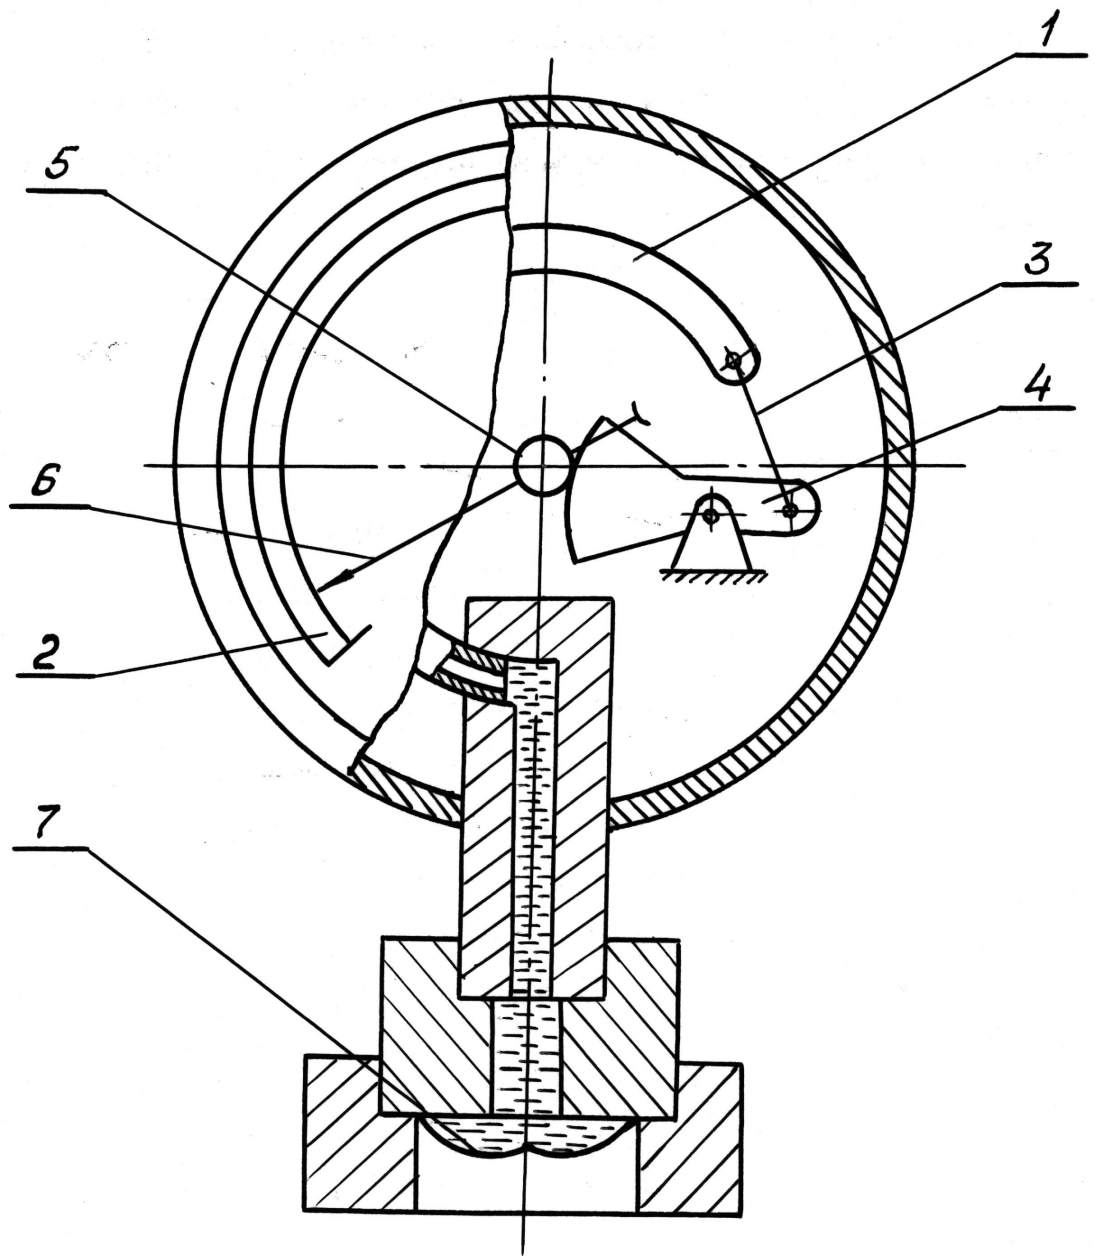

Рисунок 1
- 3.1 Манометр типа МТП-100/1-ВУМ состоит из манометра и мембранного разделительного устройства (рисунок 1). Внутренняя полость трубчатой манометрической пружины и надмембранное пространство разделительного устройства заполнены полиэтилсилоксановой жидкостью марки ПЭС-2 ГОСТ 13004-77.